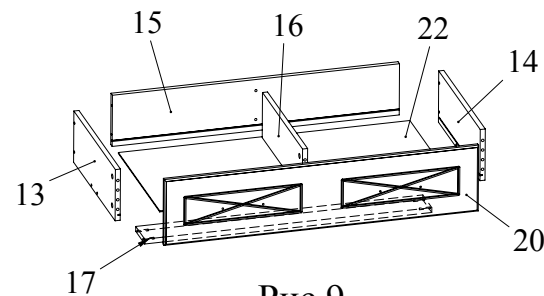

Рис.9
- Вкрутить шпильки минификсов в соответствующие плоскостные отверстия фасада ящика 20. Вставить головки минификсов в соответствующие плоскостные отверстия боковин ящика 13, 14. Вбить шканты в соответствующие торцевые отверстия боковин ящика 13, 14 (Рис. 9).
- Скрепить при помощи конфирматов 7x50 боковины ящика 13, 14 и задник ящика 15. Прикрутить конфирматами 7x50 перегородку 16 к заднику ящика 15. Скрепить при помощи конфирматов 7x50 распорную планку 17 между боковинами 13, 14 (Рис. 9). Вставить в паз дно ящика 22 из ДВП.